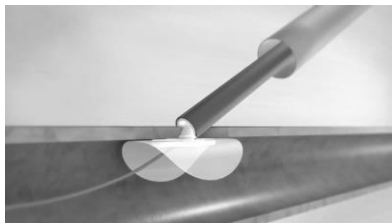

Figure 13. Position de la tamponnade, implant juxtaposé à l'artériotomie
- b. Continuer à retirer le dispositif d'une graduation et demie (soit trois graduations et demie au total). À ce stade, une légère résistance tactile pourra être ressentie. Elle correspond à l'ancrage de l'implant contre la lumière interne de la paroi artérielle. Il s'agit là de la position de tamponnade. L'implant contrôle désormais les saignements provenant de l'artériotomie. Figure 13.